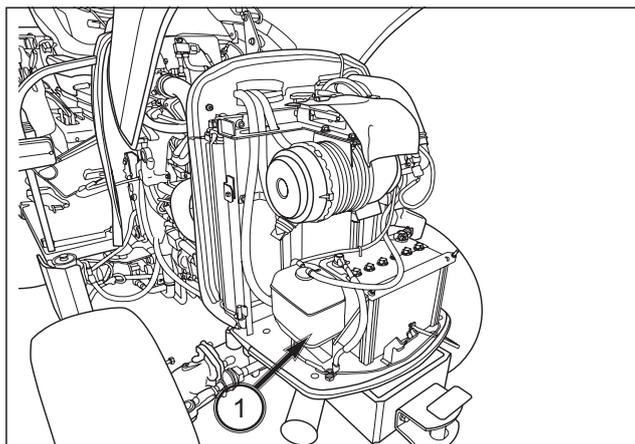

FIG. 158
FIG. 158: El radiador está provisto de un depósito de reserva (1) para mantener el refrigerante en el radiador en el nivel adecuado. Compruebe el nivel de este depósito de reserva durante la inspección diaria.